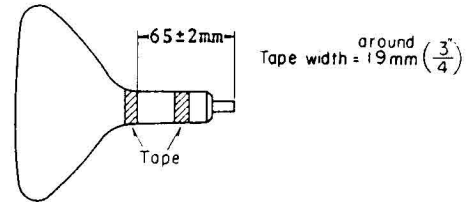

Fig. 14
9. CONVERGENCE ALIGNMENT.Fig. 14